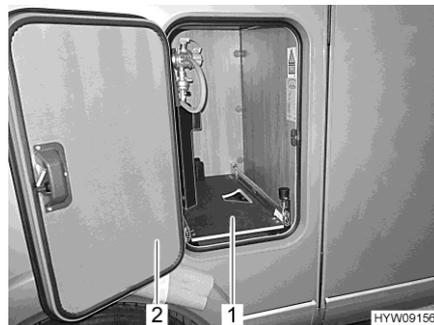

Fig. 91 Extension du compartiment à gaz
- Ouvrir le portillon (Fig. 91,2) du compartiment à gaz.
- Faire sortir l'extension du compartiment à gaz (Fig. 91,1) jusqu'à ce que le bouton s'enclenche. L'extension du compartiment à gaz est maintenant arrêtée dans cette position.